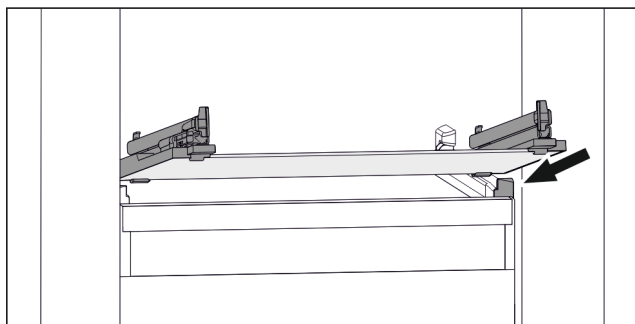

Fig. 138 Príklad zobrazenia sklenenej dosky
- Nasad'te sklenenú dosku šikmo za zárážkami. (pozri Fig. 138)